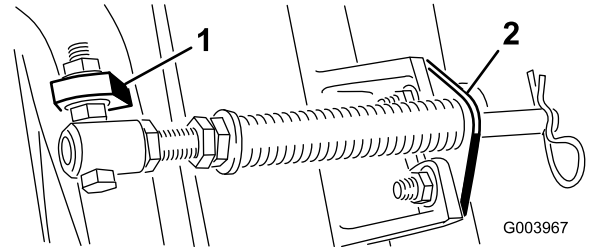

Figure 6
**Remarque:** Placez la tête du boulon sur le côté extérieur de la patte, comme montré à la Figure 6.
- D. Montez le support de tige sur les pattes de l'unité de coupe à l'aide des boulons de carrosserie et des écrous (Figure 6).